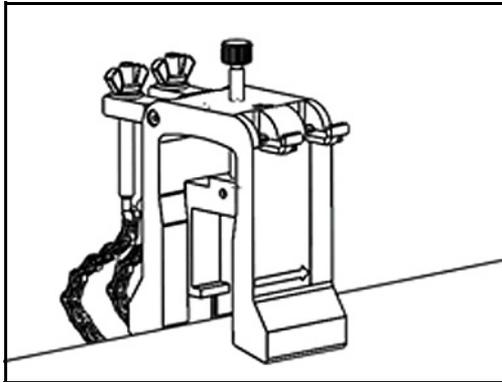

Figure 36 : positionnement de l'étrier sur la partie supérieure du tuyau
2. Placez l'étrier sur la partie supérieure du tuyau (voir la *Figure 36* ci-dessous). Si l'espacement requis entre les transducteurs est <305 mm / 12 po, vous devez placer la chaîne de l'étrier à l'intérieur de la pince de fixation, comme illustré.